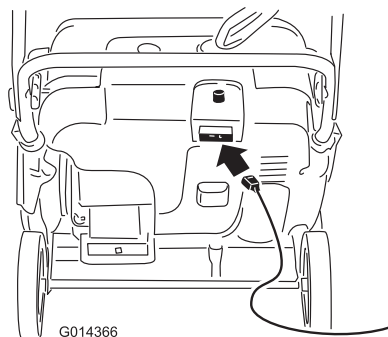
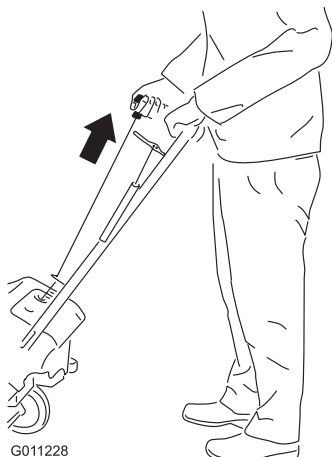

Figure 17
Figure 18
4. Branchez la rallonge sur le secteur et sur la machine, puis appuyez sur le bouton du démarreur électrique (modèle 38742 uniquement) (Figure 17), ou tirez la poignée du lanceur (Figure 18).